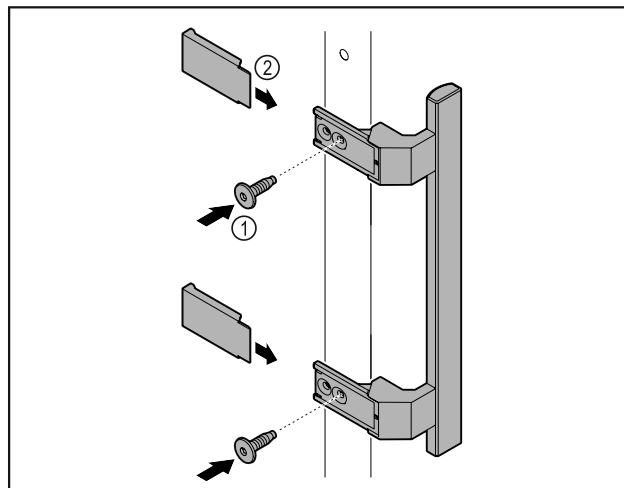

Fig. 7
- ▶ Монтирайте дръжката от пакета с принадлежности с приложените винтове Fig. 7 (1) на вратата.
- ▶ Нахлузете капака Fig. 7 (2).